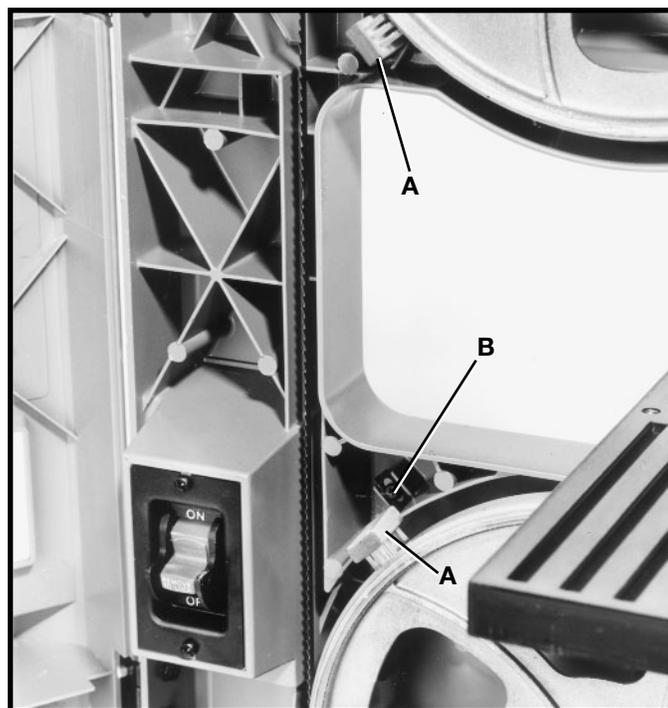

Fig. 31
2. Deux brosses de volant (A) fig. 31 sont fournies sur la machine pour maintenir les bandages exempts de copeaux. Les réglages se font en desserrant les vis, l'une d'elles est indiquée par (B) (ces vis retiennent aussi les brosses) et en réglant les brosses en conséquence. Ensuite, resserrez les vis (B).